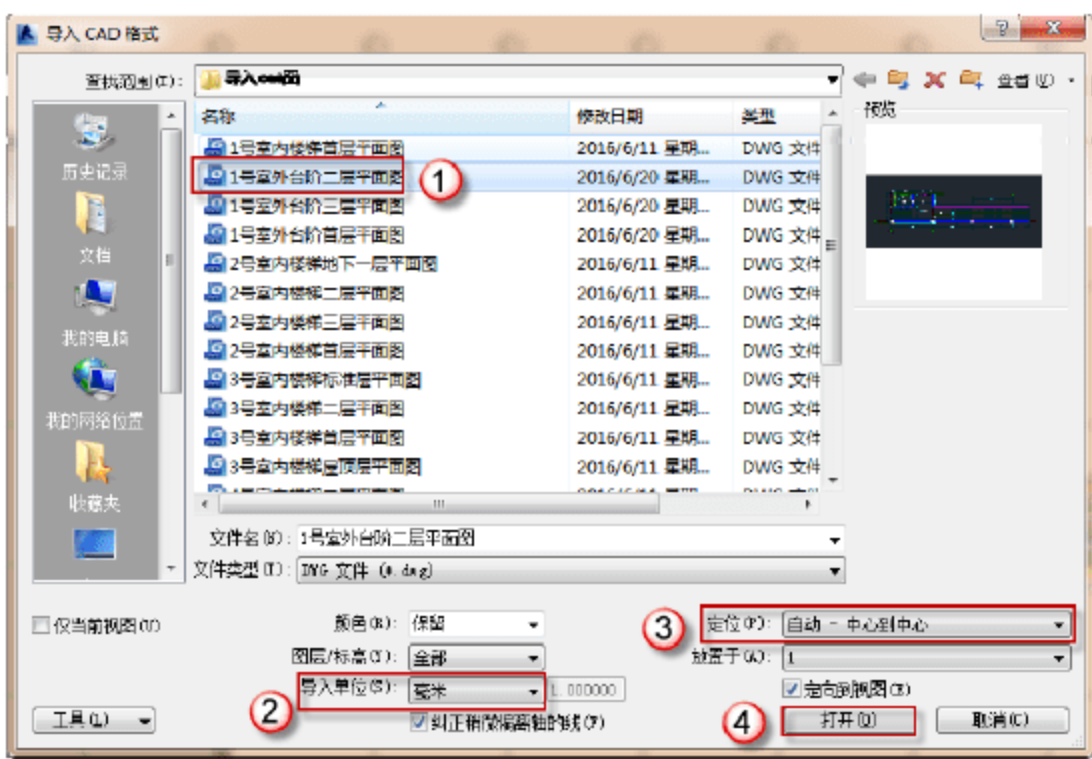
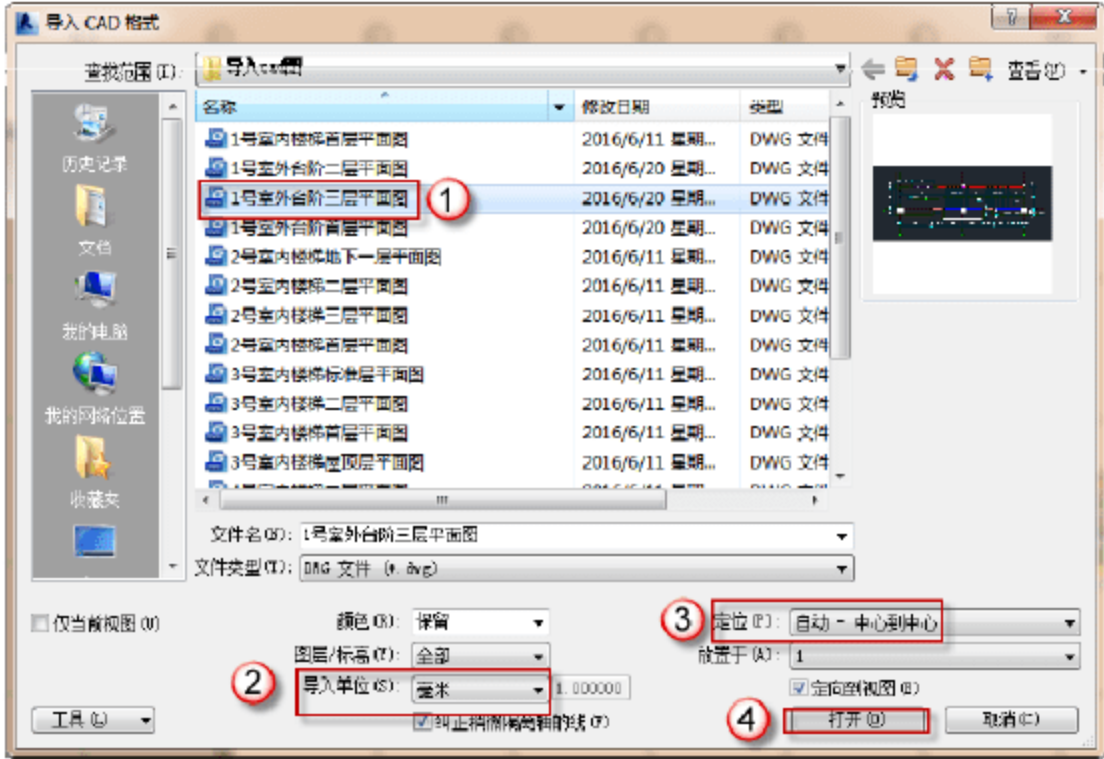

图 11.2.64 插入 1 号室外台阶二层平面图
图 11.2.65 插入 1 号室外台阶三层平面图
(2) 导入“1 号室外台阶二层平面图” CAD 底图和“1 号室外台阶三层平面图” CAD 底图。选择“插入”→“导入 CAD”命令，在弹出的对话框中选择配套资源中的“1 号室外台阶二层平面图”文件，将“导入单位”设置为“毫米”，将“定位”设置为“自动-中心到中心”，然后单击“打开”按钮，如图 11.2.64 所示。重复此步骤再导入 1 号室外台阶三层平面图” CAD 底图，如图 11.2.65 所示。